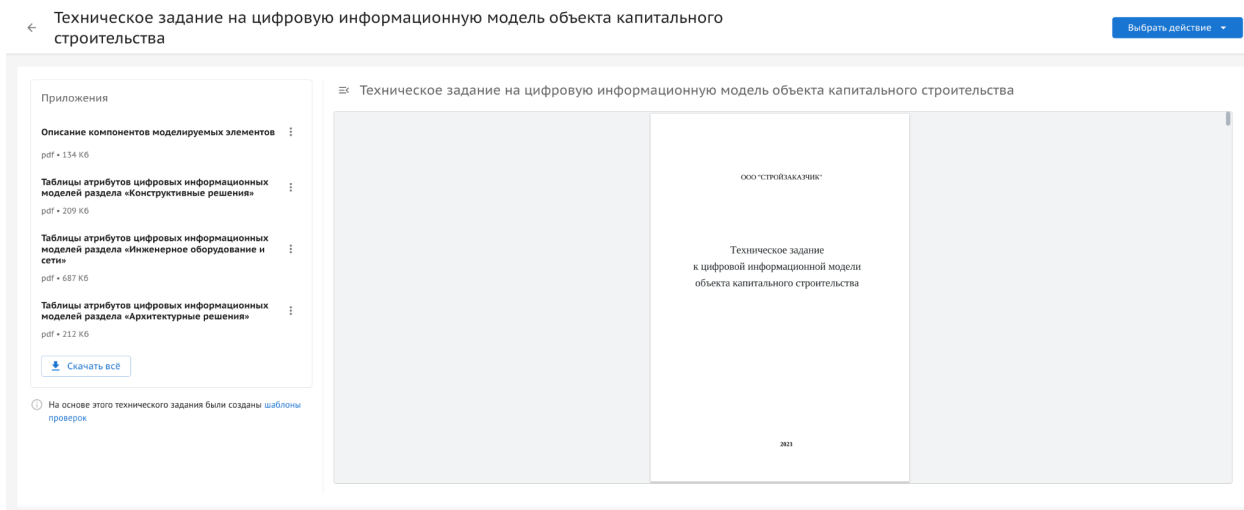

Рисунок 31. Просмотр технического задания.
- 1) В карточке созданного ТЗ нажать на кнопку “Перейти к документу”(Рисунок 31)